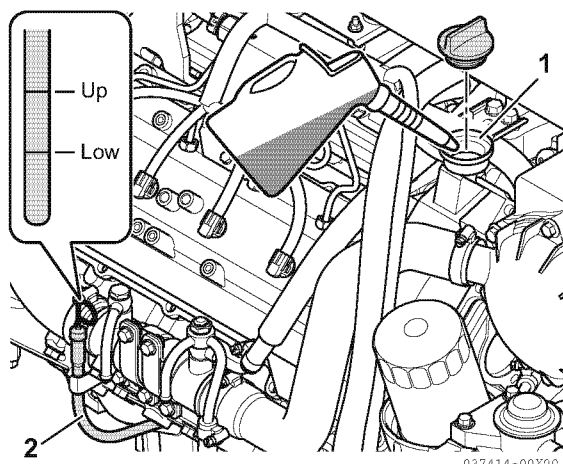

Figure 5
2. Rimuovere l'astina (**Figure 5**, (2)) e pulirla con un panno pulito.
2. Riempire di olio fino al limite superiore (**Figure 5**, (2)) dell'astina.